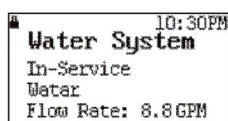

рис. 9B
- Текущий расход воды через клапан, например 8,8 галлонов в минуту (рис.9B).